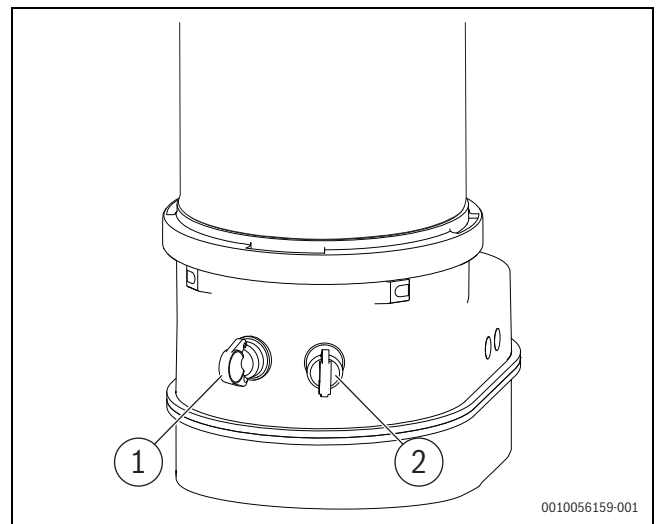

Bild 78 Abgasmessstutzen und Verbrennungsluft-Messstutzen
- ▶ Stopfen am Verbrennungsluft-Messstutzen entfernen (→ Bild 78, [2]).